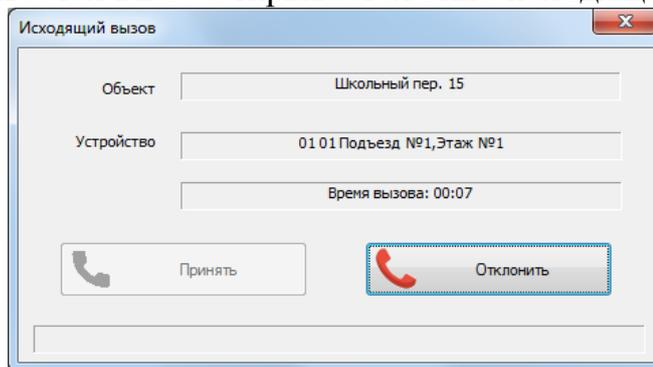

Рис.25 Окно исходящего вызова
- «**Вызов**». Вызывается БВЭ. Открывается окно исходящего вызова (рис.25):